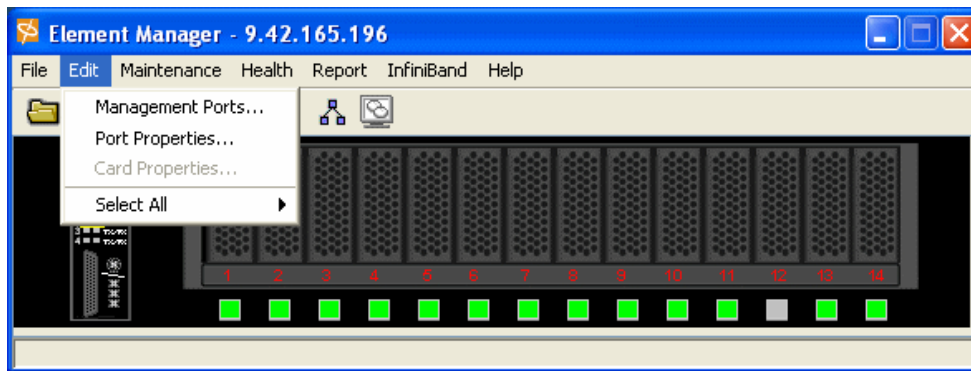

図 6-9 Element Manager: 「Edit」 メニュー
- ▶ 「Card Properties」と「Port Properties」(図 6-9) は、1 つ以上のカードまたはポートが選択されるまでぼかし表示されます。